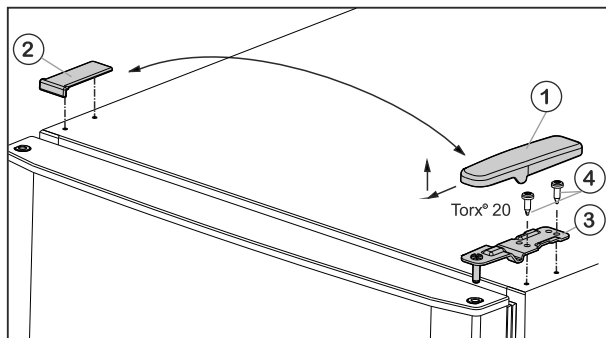

Fig. 5
- ▶ Kryt Fig. 5 (1) odoberte smerom dopredu a hore.
- ▶ Kryt Fig. 5 (2) nadvihnite.
- ▶ Hornú ložiskovú konzolu Fig. 5 (3) odskrutkujte (2 krát Torx® 20) Fig. 5 (4) a odoberte smerom hore.
- ▶ Vrchnú ložiskovú konzolu Fig. 5 (3) nasadíte na novej strane závesu do dverí.
- ▶ Hornú ložiskovú konzolu **pevne (pomocou krútiaceho momentu 4 Nm)** priskrutkujte (2x Torx® 20) Fig. 5 (4). V prípade potreby použite akumulátorový skrutkovač.
- ▶ Kryt Fig. 5 (1) nasadíte na opačnú stranu zvonka a zaklapnete.
- ▶ Kryt Fig. 5 (2) nasadíte vždy na opačnú stranu zhora a zaklapnete.